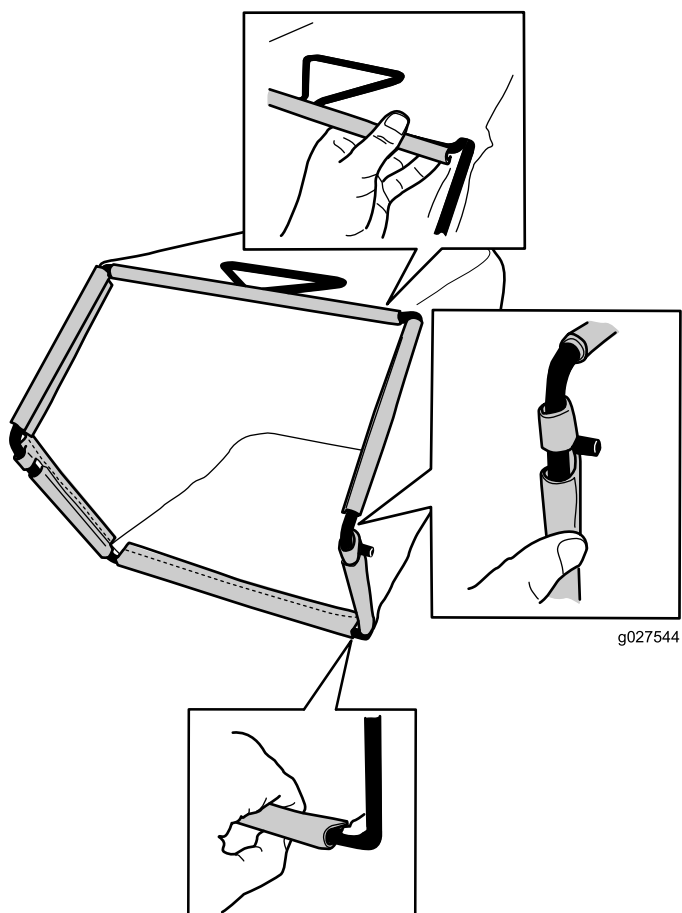

**Figura 6**
1. Coloque la bolsa de recogida sobre el bastidor, según se muestra en la **Figura 6**.
**Nota:** No coloque la bolsa sobre el manillar (**Figura 6**).